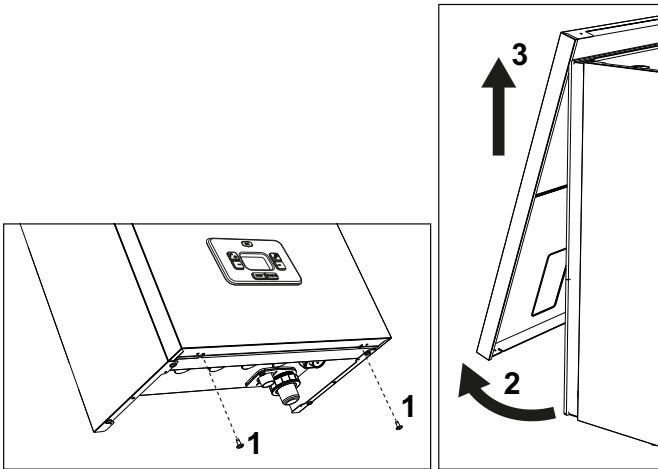

fig. 30 - Apertura pannello frontale
1. Svitare le viti "1" (vedi fig. 30).